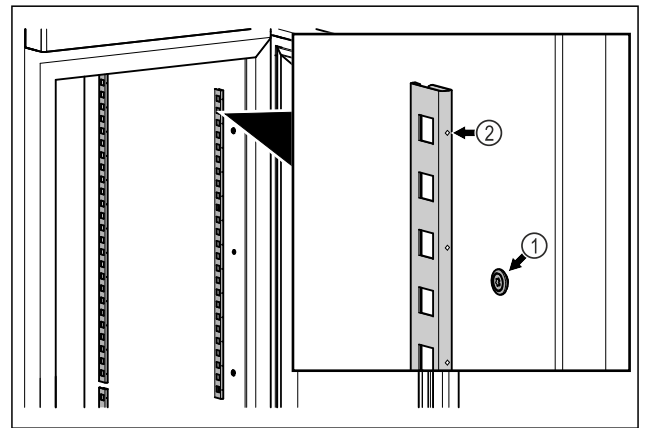

Fig. 81 Representación a modo de ejemplo
- ▶ Enganchar las tiras de retención en la suspensión Fig. 81 (1). La marca Fig. 81 (2) debe apuntar hacia delante.